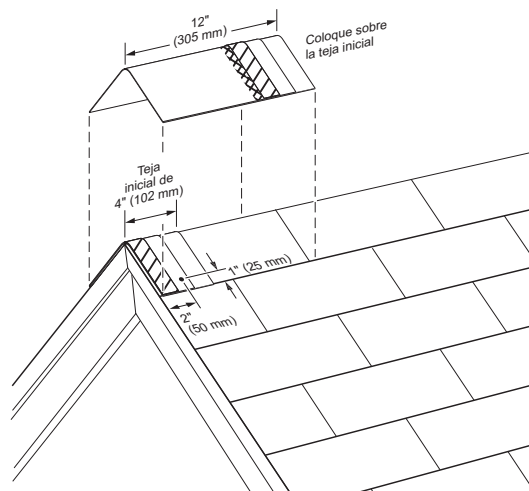
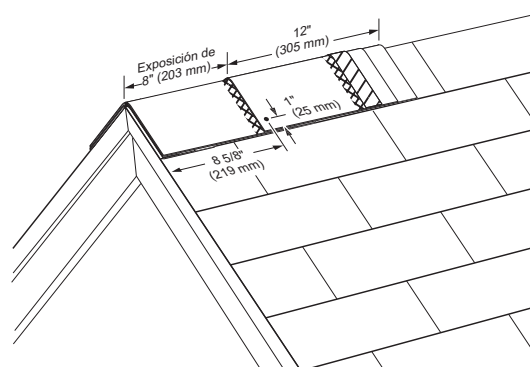

Figura 15-11: Aplique una teja de remate completa sobre la teja inicial.
Figura 15-12: Instale las tejas de remate con una exposición de 8" y sujételas con un clavo en cada lado como se muestra.
**IMPORTANTE:** Utilice DOS clavos para sujetar cada teja. La longitud mínima de los sujetadores debe ser de 1 3/4" (45 mm). Para la teja inicial, coloque el sujetador a 1" (25 mm) hacia adentro desde cada uno de los bordes laterales y aproximadamente a 2" (50 mm) arriba del borde del tope expuesto de la teja inicial. Asegúrese de que el sujetador se introduzca 3/4" (19 mm) en la plataforma de techo o lo atraviese por completo. (Vea la Figura 15-11). Para cada teja Cedar Crest entera, coloque sujetadores a 8 5/8" (219 mm) de su borde de tope expuesto y a 1" (25 mm) de los bordes de cada lado (vea la Figura 15-12).
Aplique el techo primario hasta la lima o cumbrera a ambos lados del techo y luego recorte al ras. Compruebe que las tejas Cedar Crest cubren adecuadamente la hilera superior de las tejas en ambos lados de la lima y la cumbrera. Prepare una teja inicial de 4" (100 mm) cortando la parte con gránulos de color, inferior y de 8" (203 mm) de una teja Cedar Crest. Coloque la pieza inicial de 4" (100 mm) con el borde superpuesto elevado sobre la esquina inferior de la lima o cornisa, o en cualquier extremo de la cumbrera, colgando por encima de la esquina o el extremo aproximadamente 1/2" (13 mm) y doble la teja inicial a lo largo de su línea central para que tome forma en su lugar (vea la Figura 15-11). Inserte un clavo a cada lado, aproximadamente 2" (50 mm) más arriba del borde del tope expuesto de la teja inicial y a 1" (25 mm) de cada borde lateral de esta.
A continuación aplique una pieza completa de 12" x 12" (305 mm x 305 mm) sobre la teja inicial, doblando la teja a lo largo de su línea central hasta adaptarla al contorno en su lugar sobre la lima o cumbrera, a ras con los bordes inferior y laterales de la teja inicial. Sujete con dos clavos de 1 3/4" (45 mm) de largo con un clavo en cada lado de la teja 8 5/8" (219 mm) desde el borde de tope y 1" (25 mm) desde cada borde lateral (consulte la Figura 15-12).